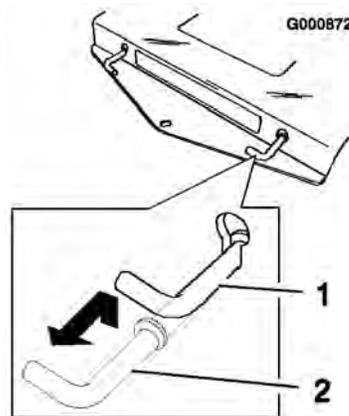

Figura 17
3. Tire de las dos palancas de desvío hacia arriba y empújelas hasta que la arandela de la varilla pase por la ranura. Empuje hacia abajo las palancas para bloquearlas (Figura 17).
Tire hacia arriba de cada palanca de desvío, y luego hacia fuera del todo. Empuje las palancas hacia abajo (Figura 17).